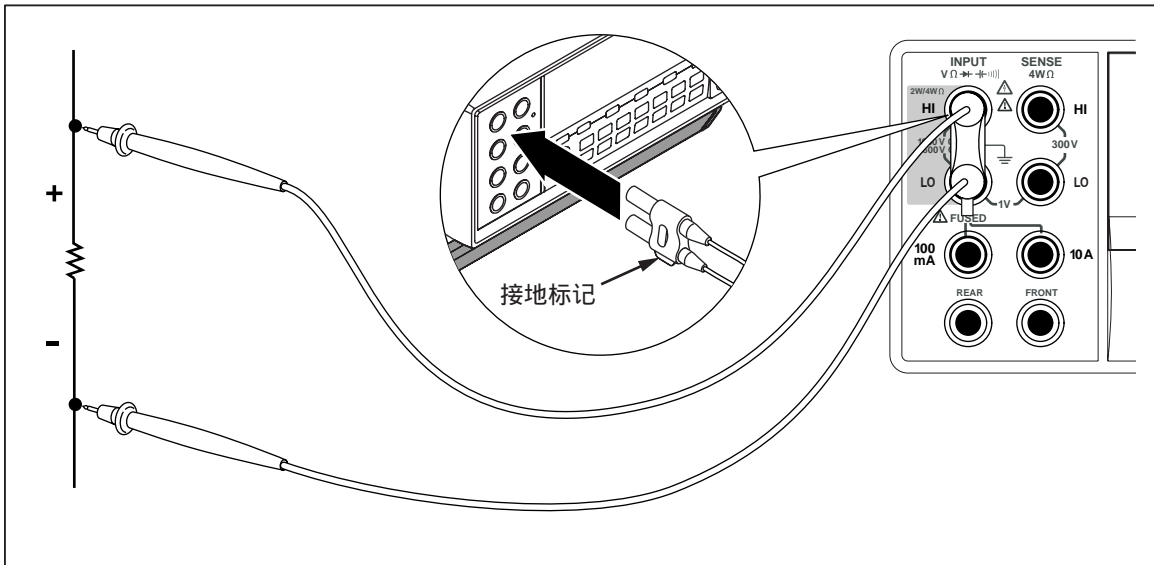

图 4-3. 利用 2×四线进行四线电阻测量的输入连接。
1. 如图4-3所示，将测试线连接至数字多用表的输入连接端。